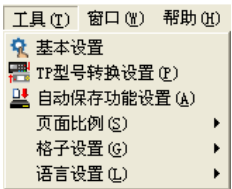

图 2-15 菜单工具栏-工具
- **工具 (I)**: 设置计算机端与人机间的通信设置与TPEditor环境相关设置。如图 2-15。不同机种支持的设置项目有所不同，详细说明请参阅第 3.6 节。